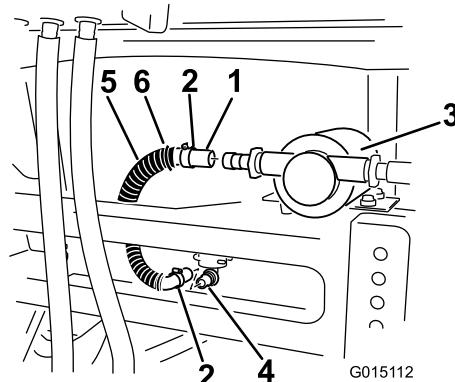

Figura 24
3. Montate un'estremità del flessibile sul raccordo a 90° nella parte inferiore del serbatoio di lavaggio (Figura 24).
10. Installate la protezione sopra la pompa e inserite le linguette della protezione nelle apposite scanalature sul longherone del telaio (Figura 24).